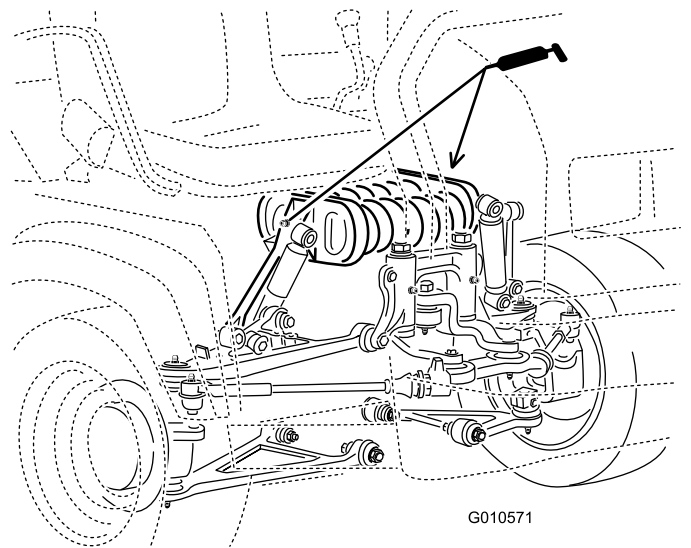

Figura 30
- Torre de mola (2); consulte Figura 30